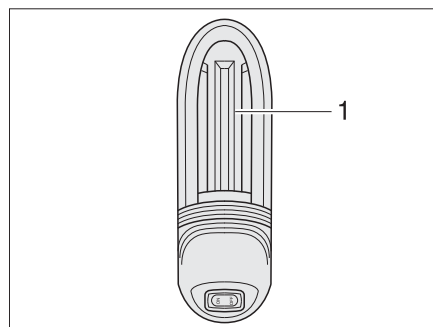

Fig. 314 Lampe de garage
- Pousser le cache de luminaire (Fig. 314,1) vers le haut et l'enlever.